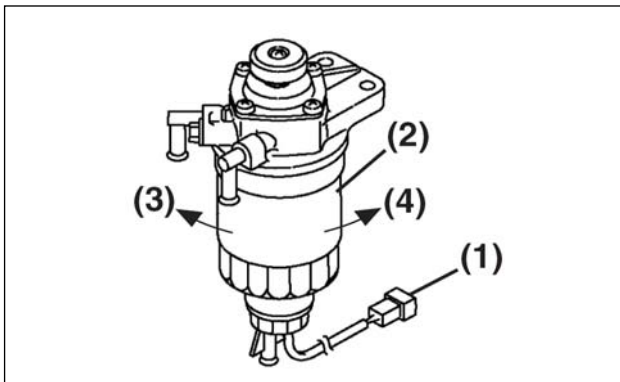

Figura 5-14
3. Decuplati conectorul senzorului filtrului combustibilului (**Figura 5-14, (1)**).
6. Scoateti filtrul combustibilului (Figura 5-14, (2)) rotind spre stanga (Figura 5-14, (3)). Stergeti toate picaturile de combustibil.
17. Instalati noul filtru de combustibil (Figura 5-14, (2)) rotind spre dreapta (Figura 5-14, (4)) pana cand se aseaza corect pe suprafata de montare. Strangeti inca o data.
19. Cuplati la loc conectorul senzorului filtrului de combustibil (Figura 5-14, (1)).